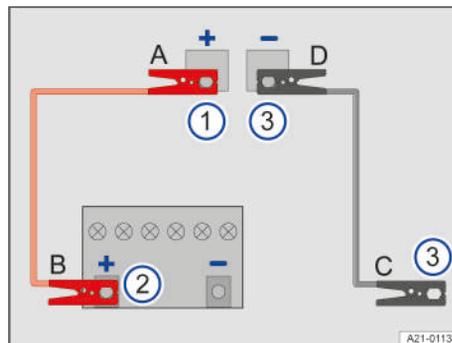

Fig. 165 Esquema para la conexión de los cables de arranque.
Los cables de arranque solo se deberán conectar siguiendo el orden **A - B - C - D** → fig. 165.
2. Retire la cubierta del polo positivo de la batería de 12 voltios → fig. 165 ① → ⚠.
4. Conecte el otro extremo del cable de arranque *rojo B* al polo positivo + de la batería del vehículo que suministra la corriente → fig. 165 ②.
5. Conecte un extremo del cable de arranque *negro C* preferentemente a una toma para la ayuda de arranque (terminal de masa) del vehículo que suministra la corriente; de lo contrario, al bloque motor o a una pieza maciza de metal atornillada fijamente al bloque motor de este vehículo → fig. 165 ③.
6. Conecte el otro extremo del cable de arranque *negro D* preferentemente a la toma para la ayuda de arranque (terminal de masa) del vehículo con la batería de 12 voltios descargada; de lo contrario, al bloque motor o a una pieza maciza de metal atornillada fijamente al bloque motor de este vehículo → fig. 165 ③ → ⚠.
3. Desconecte los cables de arranque únicamente en el orden **D - C - B - A** con los motores en marcha → fig. 165.